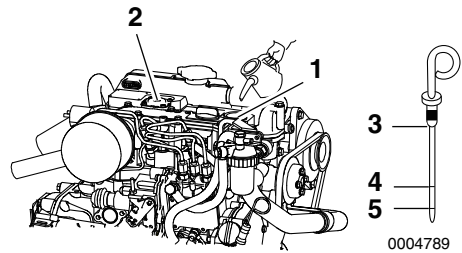

Figura 6
2. Extraiga la varilla de nivel de aceite (**Figura 6, (3)**) y limpie con un paño limpio.
4. Extraiga la varilla de nivel de aceite. El nivel de aceite debe estar entre las líneas superior (**Figura 6, (4)**) e inferior (**Figura 6, (5)**) en la varilla de nivel de aceite.
1. Retire la cubierta amarilla del puerto de relleno de aceite del puerto de relleno (**Figura 6, (1)**) en la cubierta del brazo de balancín (**Figura 6, (1)**) y rellene con aceite de motor.
2. Llene con aceite de motor hasta el límite superior (**Figura 6, (4)**) de la varilla de nivel (**Figura 6, (3)**).